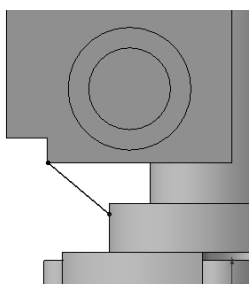

图 7-122 绘制筋草图
2) 绘制筋草图。单击“草图”工具栏中的 (直线) 按钮, 或选择菜单栏中的“工具”→“草图绘制实体”→“直线”命令, 在绘图区绘制筋的轮廓线, 单击 (确定) 按钮, 生成筋草图, 如图 7-122 所示。